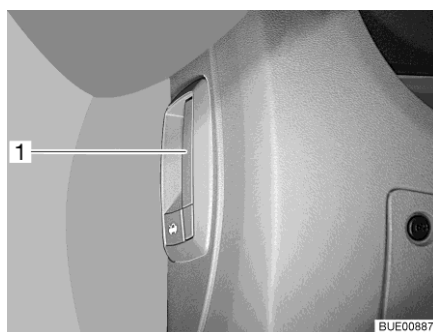

Fig. 41 Levier de déverrouillage capot moteur (dans le véhicule)
- Tirer sur le levier (Fig. 41,1) à gauche sous le tableau de bord ou sur le côté de ce dernier.